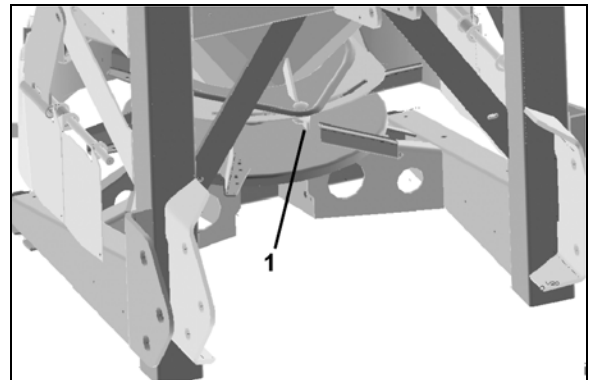

Bild 33
1. Lossa vingmuttern (Bild 33/1).